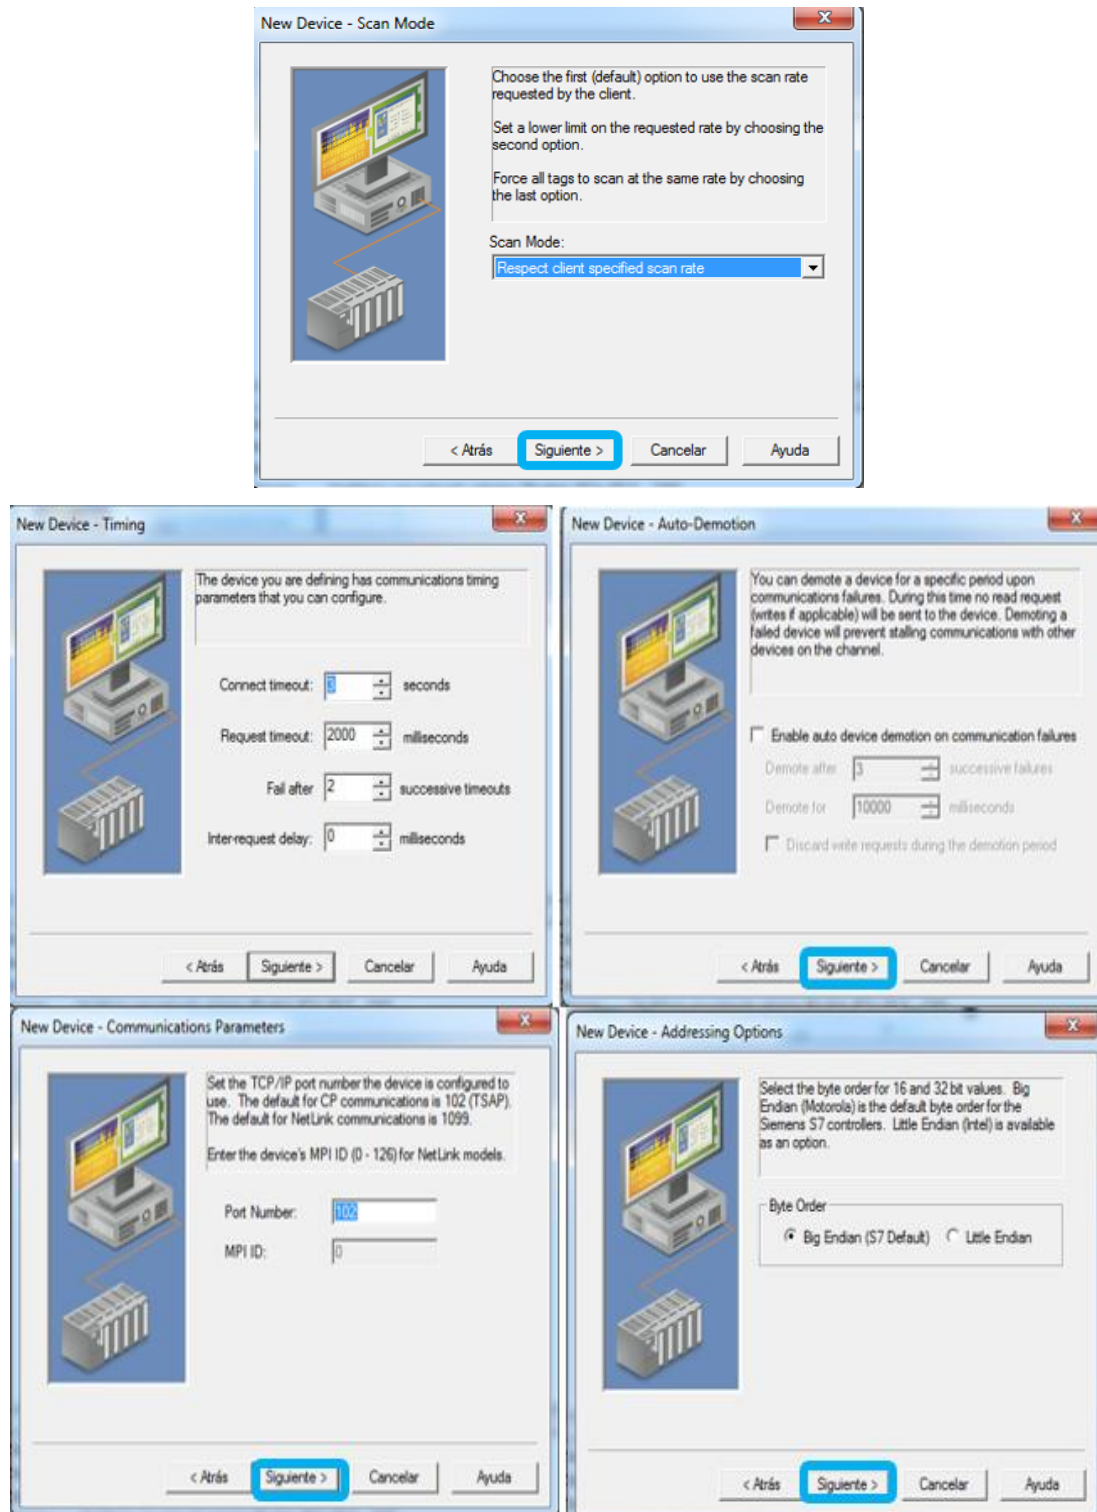

Figura 2.71: Opciones del dispositivo del canal RED.
4. En las cinco ventanas dar clic en siguiente como se indica en la figura 2.71.